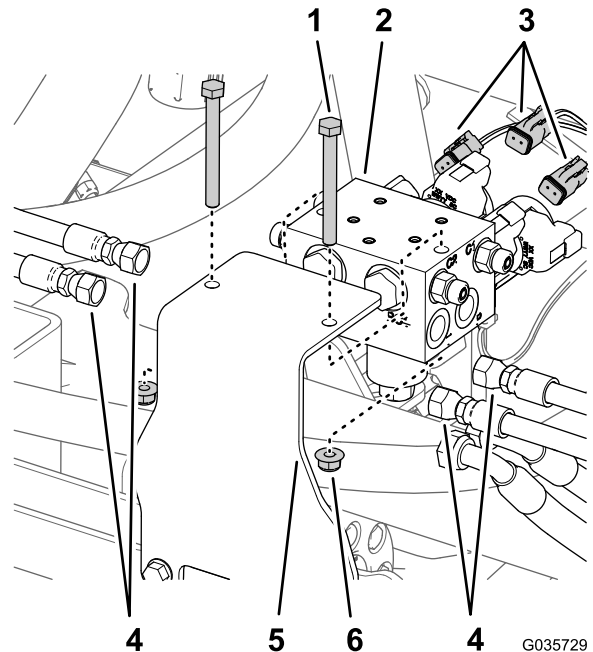

Figure 8
2. Étiquetez tous les flexibles raccordés au collecteur de levage des vérins (orifices C1, C2, C3 et C4), et débranchez-les du collecteur (Figure 8).
3. Débranchez les connecteurs de faisceau arrière des solénoïdes du collecteur des vérins de levage (Figure 8).
4. Déposez le collecteur des vérins de levage du support après avoir retiré 2 boulons et 2 contre-écrous (Figure 8).